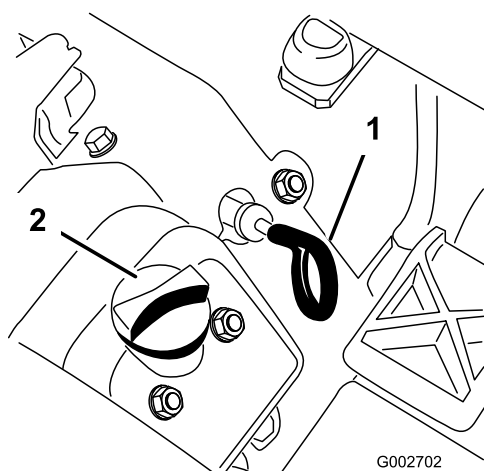

Figure 13
3. Sortez la jauge (Figure 13) et essuyez-la sur un chiffon propre. Remettez la jauge dans le tube en l'enfonçant complètement. Ressortez la jauge du tube et vérifiez le niveau d'huile. Si le niveau est trop bas, retirez le bouchon de remplissage du couvre-culasse et ajoutez la quantité d'huile nécessaire pour amener le niveau au repère maximum de la jauge.